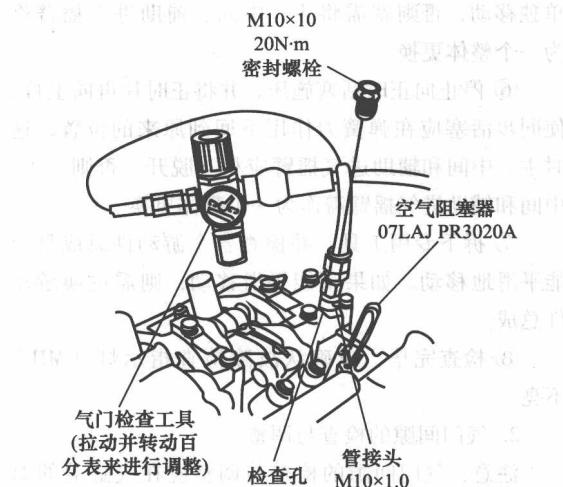
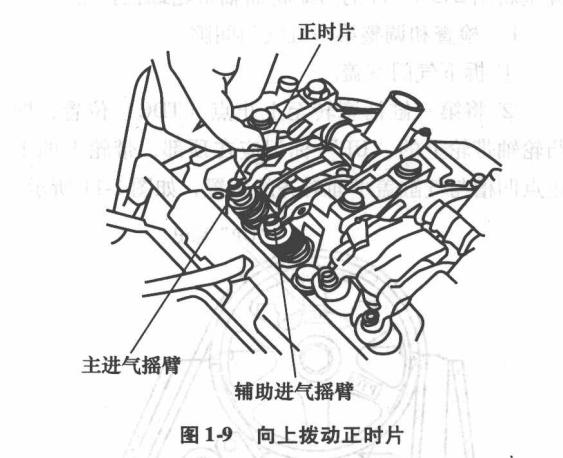

图 1-8 连接专用的气门检查工具
图 1-9 向上拨动正时片
- ② 从检查孔上卸下密封螺栓，并接上专用的气门检查工具，如图 1-8 所示。
- ③ 旋松气门检查工具上的调节阀，向摇臂的同步活塞 A 和 B 施加 400 kPa 的压力。
④ 施加稳定的压力后，将正时片向上拨动 2~3 mm，如图 1-9 所示，这时，同步活塞应向右移动，并使中间、主、辅助进气摇臂连锁。